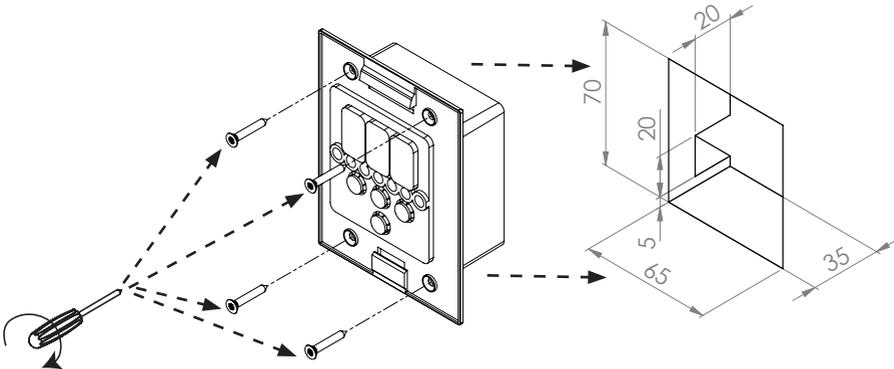
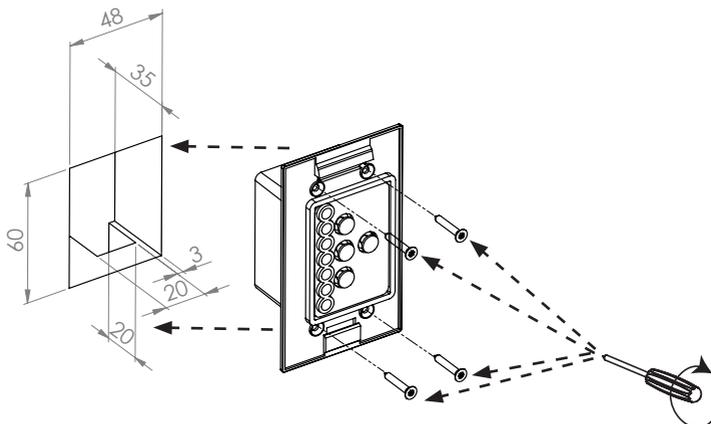

Bild5 Montering av manöverenhet Pro D
Bild6 Montering extrautgång manöverenhet (tillval)
1. Använd t.ex. en sticksåg för att såga upp ett hål på 70 x 65 eller 60 x 48 mm (se **Bild5** och **Bild6**).